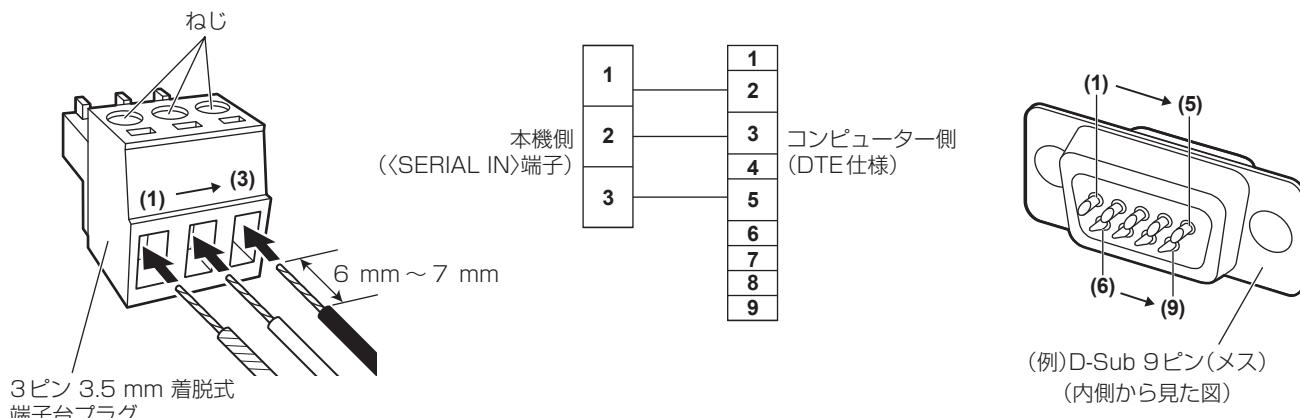

図1
1) 付属の3ピン3.5mm着脱式端子台プラグにリード線を挿入する(図1)
3) リード線のもう一方を、D-Sub 9ピン(メス)のコネクターの対応するピンに接続する(図1)